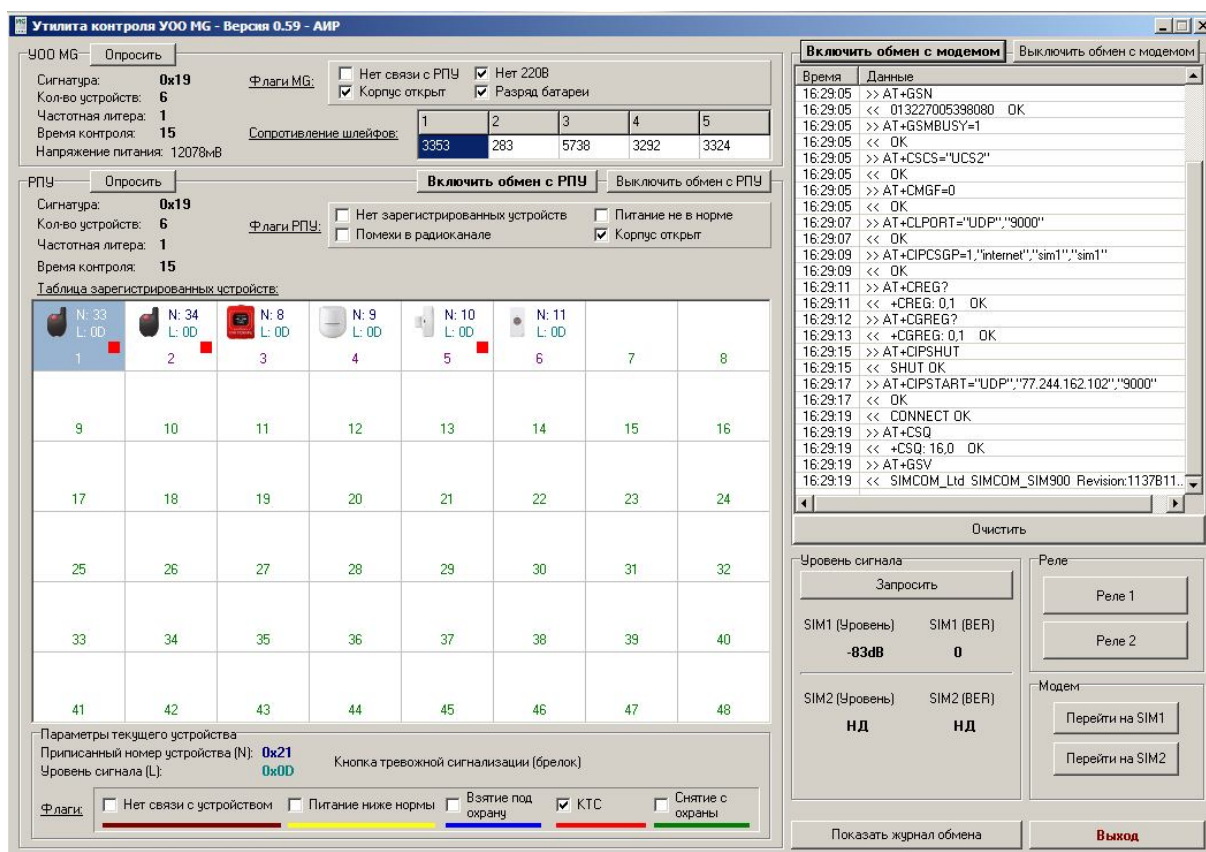

Рисунок 5. Окно утилиты контроля “Control\_MG.exe”.
10.3 Запустить утилиту “Control\_UMG.exe” (Рисунок 5) и запросить доступные для отображения параметры.